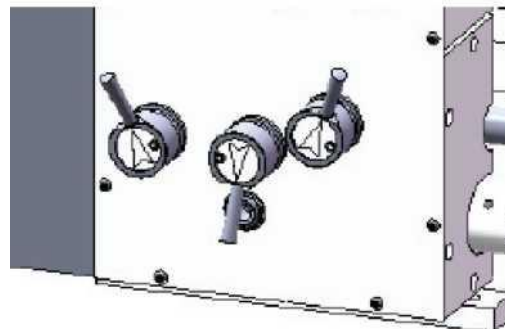

Рис. 12
4. Переключатель выбора направления подачи (D, рис. 12)
5. Переключатель выбора скорости подачи (Е, Рис. 12)
6. Переключатель выбора подачи/вращения (F, Рис. 12)